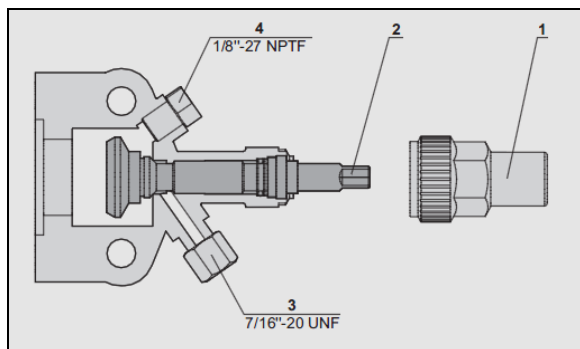

FIGURE 96: ROBINET D'ARRÊT DU COMPRESSEUR EN POSITION SIÈGE ARRIÈRE (POSITION NORMALE DE FONCTIONNEMENT)
4. Placer le robinet d'arrêt de l'aspiration du compresseur en position siège arrière (FIGURE 96).
13. Éteindre le moteur et les robinets d'arrêt de l'aspiration et de l'évacuation en siège arrière (FIGURE 96).
2. Mettre les deux robinets d'arrêt du compresseur en siège arrière (tige sortie) (FIGURE 96).
3. Installer les manomètres de climatisation sur les raccords de service des soupapes d'arrêt du compresseur (élément 4, FIGURE 96).